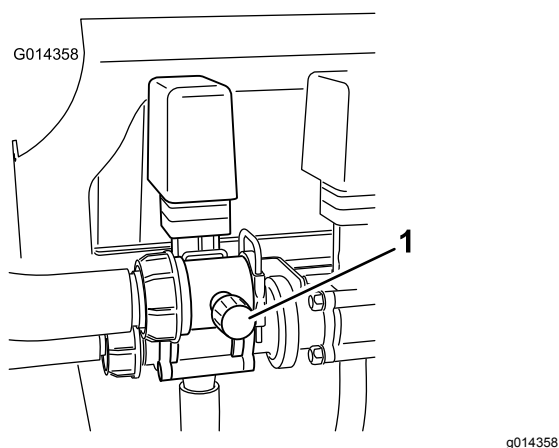

図 25
9. 攪拌バルブの背面についている攪拌バイパスバルブ 図 25 を使って、水圧計の読みが 689 kPa7 kg/cm² になるように調整する。